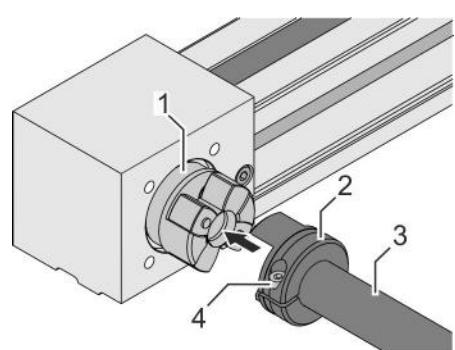

Fig. 23: Montaggio dell'albero sincrono
4. ➤ Posizionare i mozzi di bloccaggio (Fig. 23/2) su entrambi i lati del tubo in acciaio (Fig. 23/3).
5. ➤ Posizionare il tubo in acciaio (Fig. 23/3) con i mozzi di bloccaggio non montati tra i mozzi a vite di entrambe le unità lineari.
6. ➤ Spingere i mozzi di bloccaggio (Fig. 23/2) nei mozzi a vite (Fig. 23/1).
- 7.** ➔ Di volta in volta stringere la vite (Fig. 23/4) sui mozzi di blocaggio: